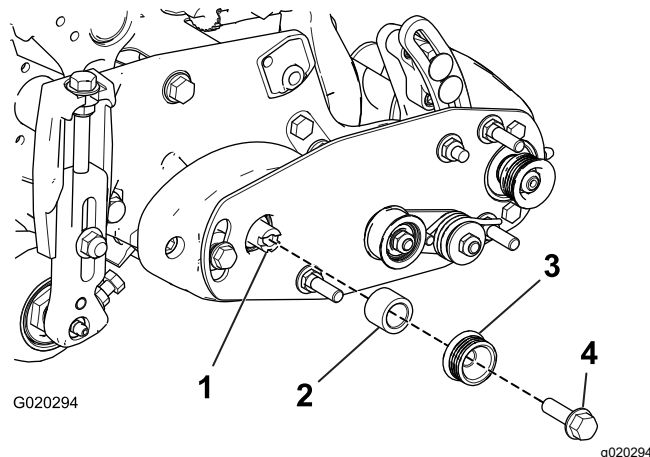

図 12
1. ベアリングハウジングのシャフトにスペーサを取り付ける 図 12。
2. スペーサに駆動プーリを取り付けて駆動シャフトにはめる 図 12。
3. フランジヘッドボルト  $\frac{3}{8} \times 1\frac{1}{4}$ " を使って、プーリとスペーサを駆動シャフトに固定する 図 12 を参照。ボルトを 47-54 N·m 3.7-4.6 kg·m = 35-40 ft·lb にトルク締めする。